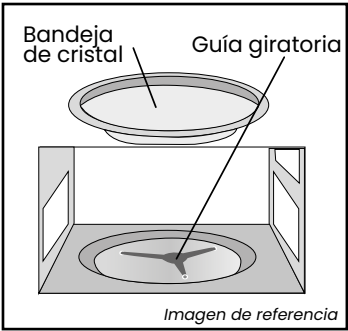

Figura 6
- La guía giratoria debe ser usada siempre para cocinar junto con la bandeja de vidrio. **(Ver figura 6).**